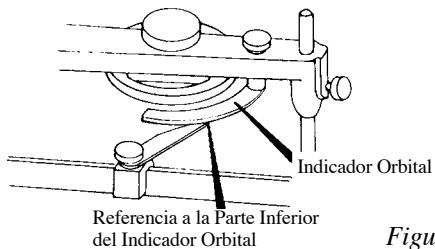

Figura 14A
13. Algunos de los articuladores Hanau cuentan con un indicador orbital como simulación anatómica de la fisura orbital inferior del paciente. La parte superior de la referencia anterior del paciente (puntero orbital) en el arco a resorte, debe alinearse con la parte inferior de este indicador orbital, Figura 14A.